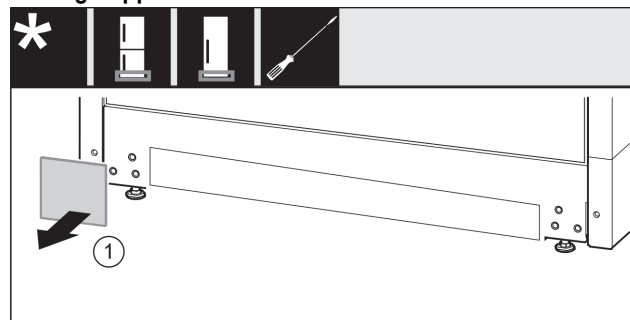

Fig. 11
- ▶ Togliere la copertura. Fig. 11 (1)